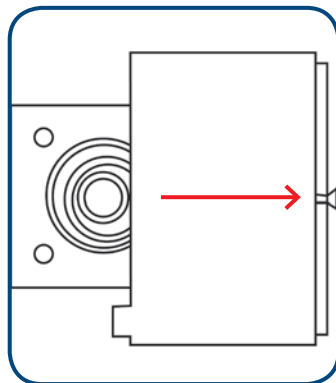

Figura 16. ORIENTACIÓN DEL GABINETE
4.3.3 Ajustar la orientación del gabinete. La parte frontal del gabinete debe estar orientada a la dirección que se desea iluminar (regularmente calle) (Ver Figura 16).